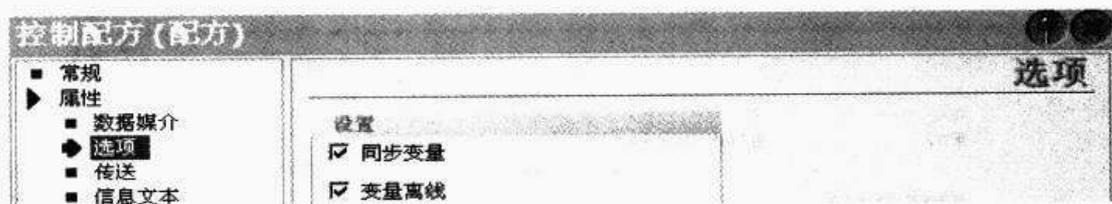

图 10-9 配方属性设置
① “数据媒介”：在此处可以设置配方的存储路径。选择功能取决于所用的操作面板。根据操作面板的设备型号，选择要保存在闪存或操作面板的 MMC 存储卡上的位置，并且可以自行修改路径。
② “选项”：包括“同步变量”和“变量离线”，如图 10-9 所示。